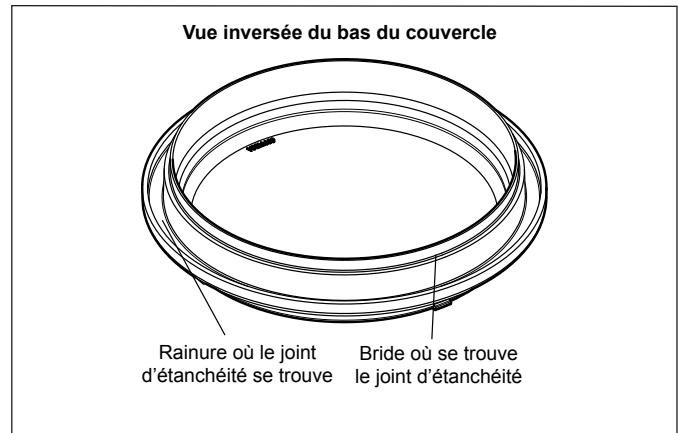

Figure 5. Mise en place du joint torique bleu pour essai de pression
2. Placez le joint torique bleu sur la bride située à 6,35 mm (1/4 po) du bas du couvercle. Voir la Figure 5.
REMARQUE Le joint torique bleu se trouve à environ 6,35 mm (1/4 po) du joint d'étanchéité. Voir la Figure 5.